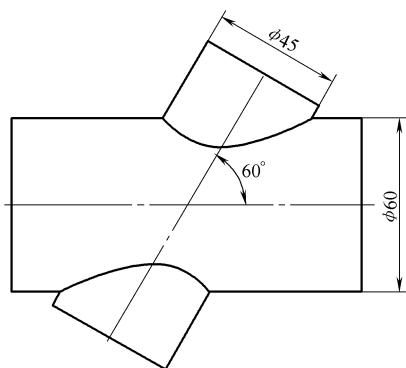

图 2-23
11. 图 2-23 所示为两不等径圆管相贯，用辅助球面法划出其相贯线。